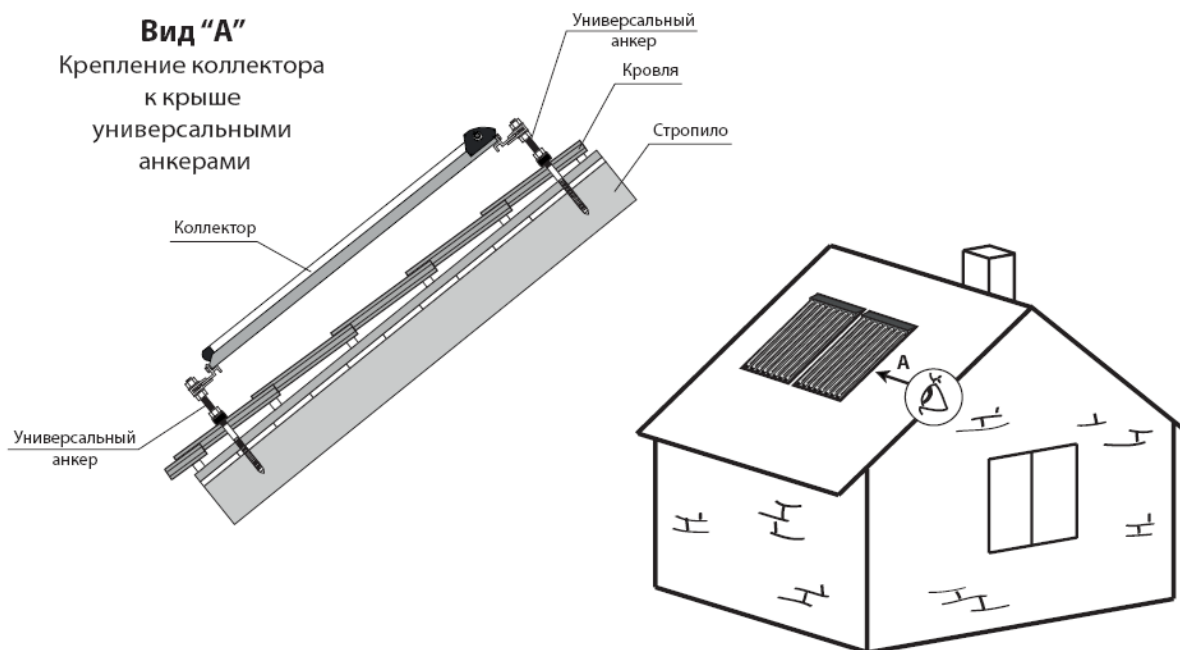

Рисунок 3
4.1. **Монтаж универсальными анкерами.** Самое популярное крепление, которое подходит для монтажа коллекторов на всех видах кровли: керамическая черепица, битумная черепица, металлочерепица, шифер, нержавеющая сталь (рисунок 3). Крыша должна быть скатной (т.е. располагаться к горизонту под углом от 15° до 75°).